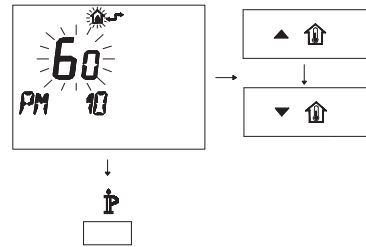

Figura 5.51
- Para modificar el punto de consigna programado use los botones o y espere a que el número programado comience a parpadear (Figura 5.51).